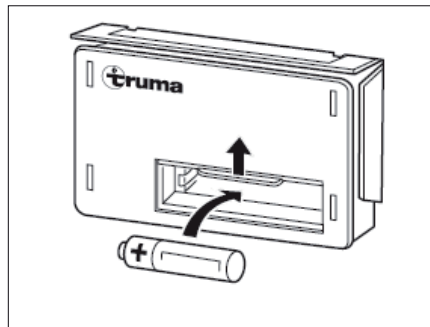

Fig. 100 Cambio de batería
- Empujar la tapa del compartimiento de la batería en el dispositivo automático de encendido (Fig. 100) hacia arriba.
- Meter una batería nueva del mismo tipo con la polarización correcta (+/-) en el compartimiento de la batería del dispositivo automático de encendido (Fig. 100). Utilizar únicamente baterías AA resistentes a la temperatura (+70 °C) y a prueba de fugas.